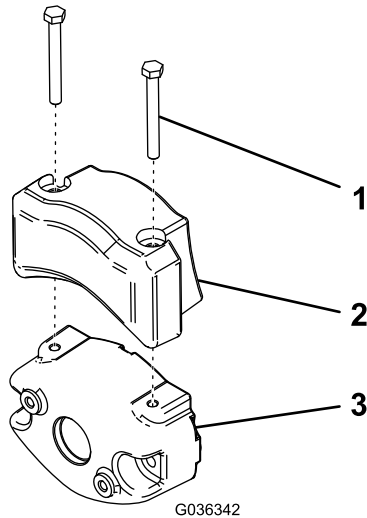

Figura 54
2. Prenda o contrapeso elétrico no contrapeso existente com dois parafusos como se mostra na Figura 54.